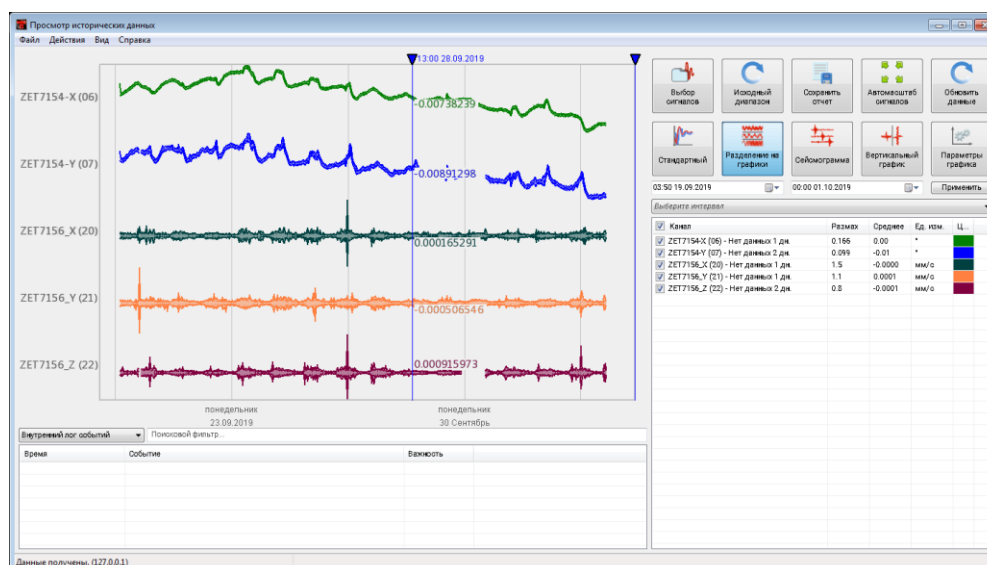

Рис. 5.5 Программа «Просмотр трендов»
- Программа «Просмотр трендов» - представляет собой набор программных средств, предназначенных для анализа данных, полученных за длительный период времени (за часы, дни, месяцы, года). При помощи ПО «ZETTrends» выполняется запись и чтение сигналов, поступающих от датчиков, а также отображение записанных сигналов на графике (Рис. 5.5). Для записи данных в формате программы «Просмотр трендов» следует установить отметку в поле «Непрерывная запись» в программе «Запись сигналов».